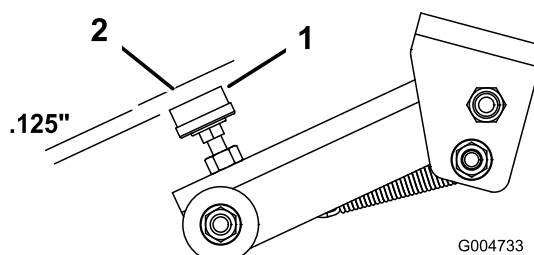

Figure 82
4. Un jeu de 0,125 pouce doit exister entre le coussinet de caoutchouc de la vis de réglage (Figure 82) et le verrou de plateau. Si un réglage est nécessaire, desserrez l'écrou de la vis de réglage, ajustez la vis pour obtenir le jeu voulu et resserrez l'écrou.